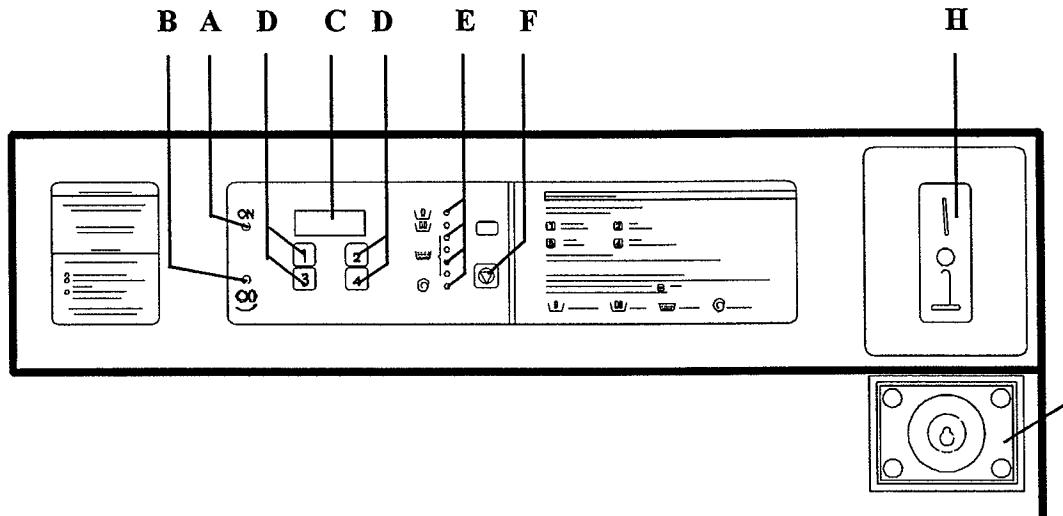

fig. 10
4.2. CONTROL DEVICES (fig. 10)
4.2. DISPOSITIVOS DE CONTROL Y MANDO (fig. 10)
4.2. DISPOSITIFS DE CONTRÔLE ET DE COMMANDE (fig. 10)